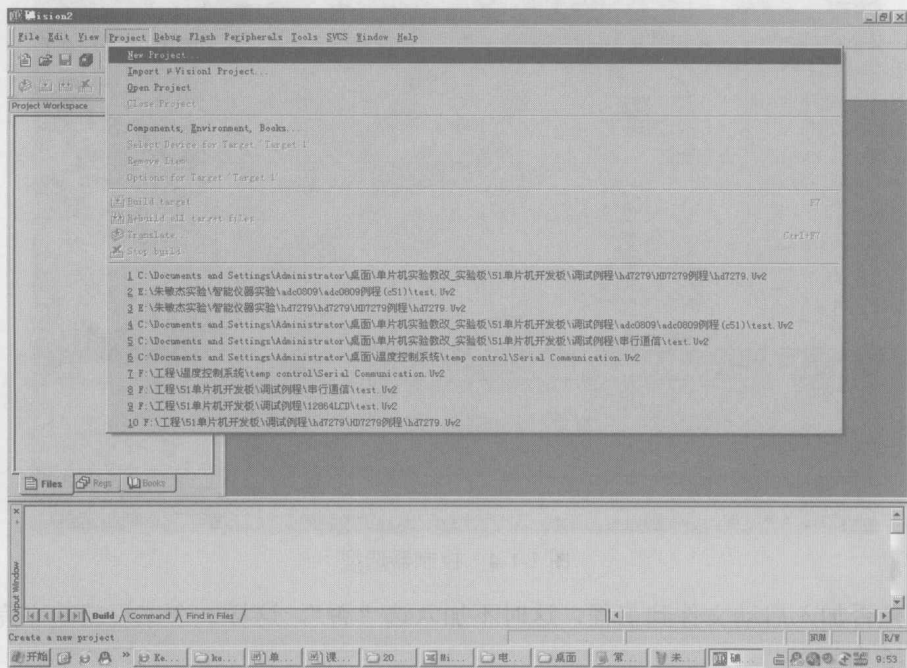

图 1-1-2 新建 Keil 工程
3. 选择菜单 “Project” → “New Project”, 新建一个工程, 如图 1-1-2 所示。